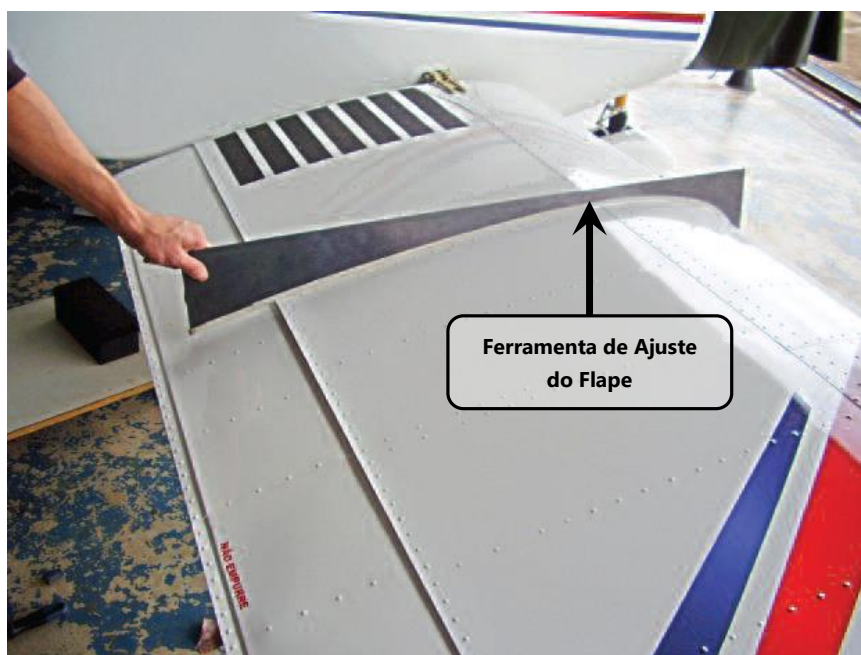

Figura 57.50.17 – Ferramenta para ajuste do flape.
2. Dispor, na superfície superior da asa, como indicado na figura 57.50.17, a ferramenta.